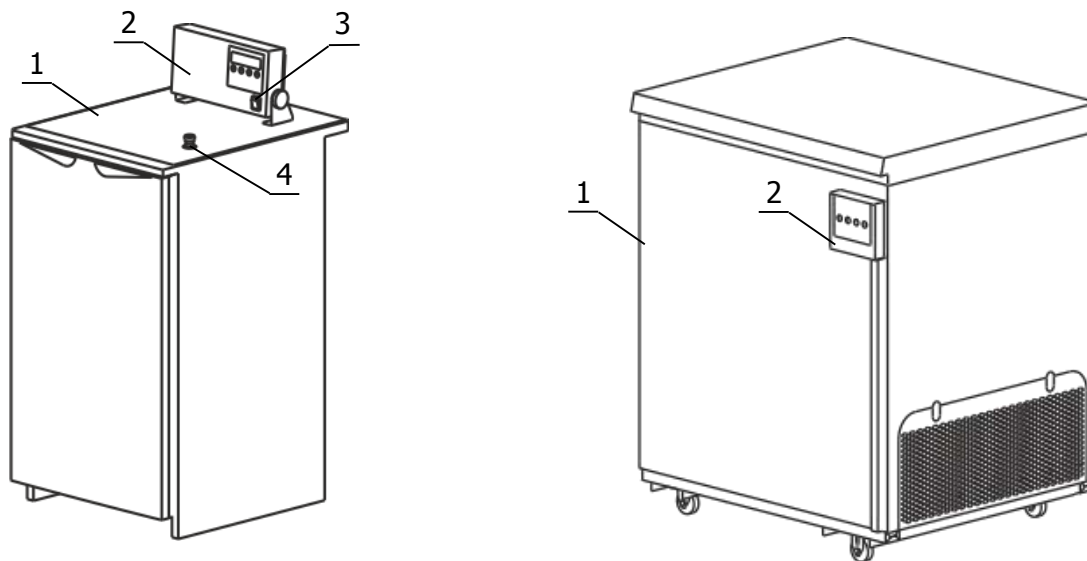

Рисунок 1 — Внешний вид термостатов
- ТСВ-01 — кнопкой 1 (рисунок 1);